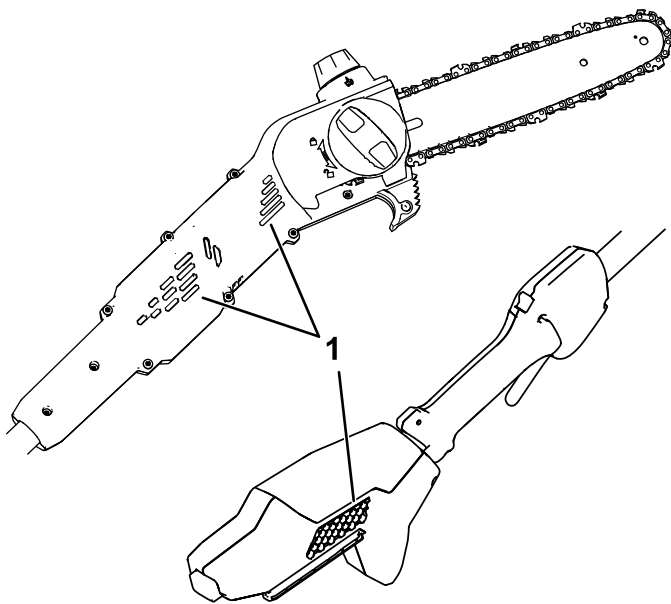

Figure 9
1. Assurez-vous que les événements de l'élagueuse sont exempts de poussière et de débris (Figure 9).